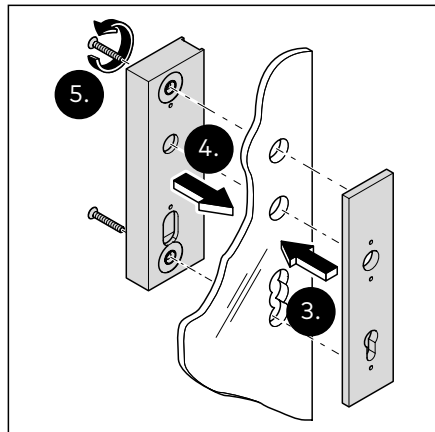

Abb. 23 Die Schlosstasche und die Anschraubplatte verbinden
3. Die Anschraubplatte auf der Schlossgegensite auf die Bohrung der Glasür setzen (Abb. 23).
- Die Schlosstasche und die Anschraubplatte mit 10 Nm fixieren (siehe Abb. 23).